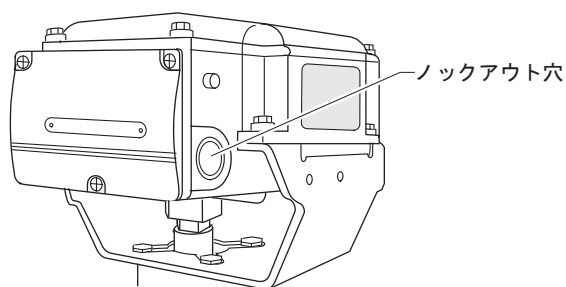

図11 結線例(基本配線接続例)
- (2) 端子カバー止めねじ（M4×10、3か所）を外し、端子カバーを外します。
- (3) 端子（M3.5ねじ）でケーブルを接続します。
* 『図11 結線例』を参照して、正しく接続してください。